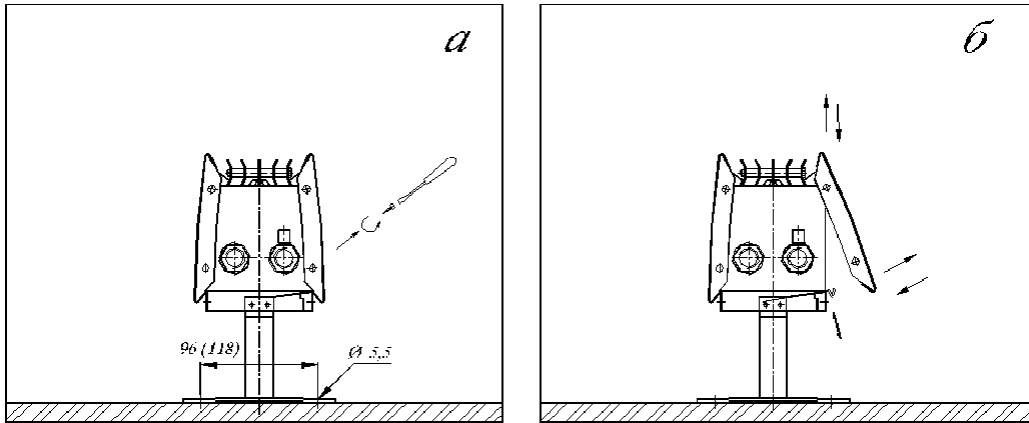

Рис.2
- 5.4. Снять лицевую панель предварительно открутив винты на боковых сторонах конвектора и освободив нижний край панели от фиксаторов. (Рис.2.)